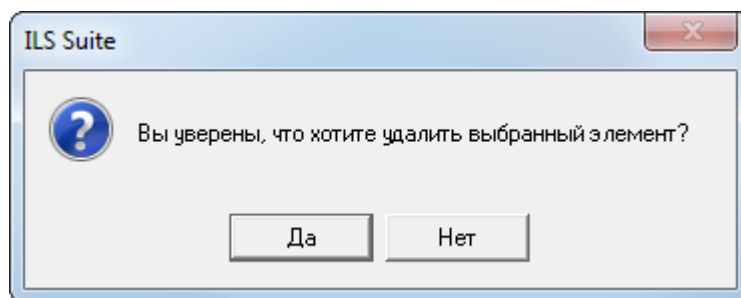

Рис. 7-8 – Диалоговое окно при удалении запроса
- 4) В открывшемся диалоговом окне нажать «Да» для подтверждения действия (рис. 7-8). В этом случае выбранный запрос будет удален из базы данных. Для отказа от удаления нажать «Нет».